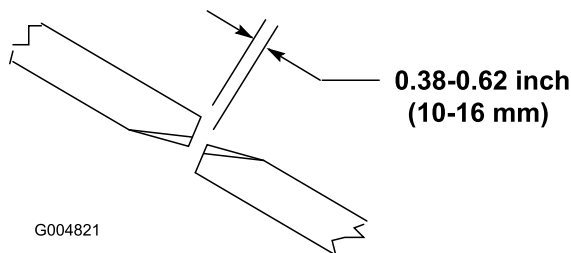

Figura 26
Para garantir o correto funcionamento da plataforma do cortador, tem que haver uma folga de 10 a 16 mm entre as extremidades das lâminas das plataformas do cortador lateral e central (Figura 26).
2. Rode a lâmina central e a lateral adjacente de forma a que as suas extremidades fiquem alinhadas. Meça a distância entre as pontas das lâminas (Figura 26).